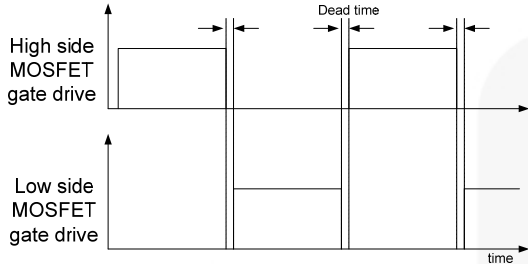

图 15. MOSFET 栅极驱动信号
1. 基本工作：FAN7621S 设计为驱动高侧和低侧 MOSFET，各占 50% 占空比。在连续转换间引入了固定死区时间 350ns，如图 15 所示。